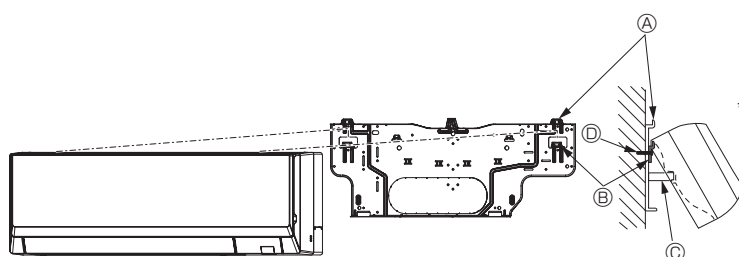

Fig. 3-13
- Si la unidad interior no puede colgarse y levantarse con el gancho normal (las dimensiones de 2.1. ④ (el espacio entre el techo y la unidad) son como máximo de 75 mm), cuelgue la unidad en el gancho inferior para la tubería izquierda. (Fig. 3-13)
(Fig. 3-13)